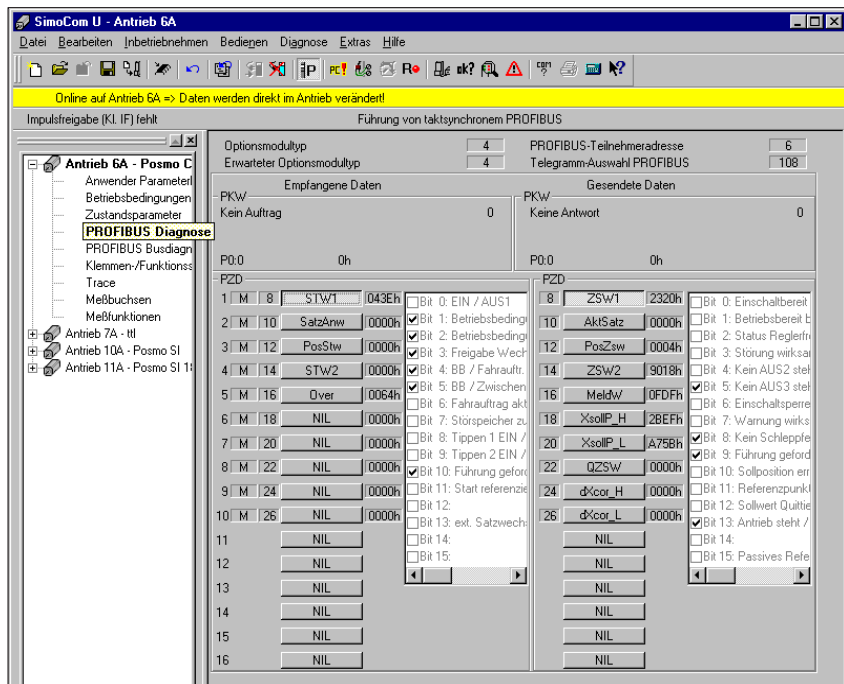

Bild 5-38 Parametrierung Leitantrieb
Z. B. Istwert (gesendete Daten) bei PZD 18 (XsollP\_H) im Leittrieb (Bild 5-38) muß mit Sollwert (empfangene Daten) bei PZD 18 (Xext\_H) im Folgetrieb (Bild 5-39) übereinstimmen.